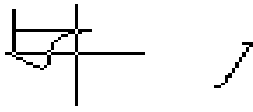

Рисунок 4.5 Результат команд Копировать, Сплайн, Обрезать
7. Вызвать команду Сплайн, а затем Обрезать см рис.4.5